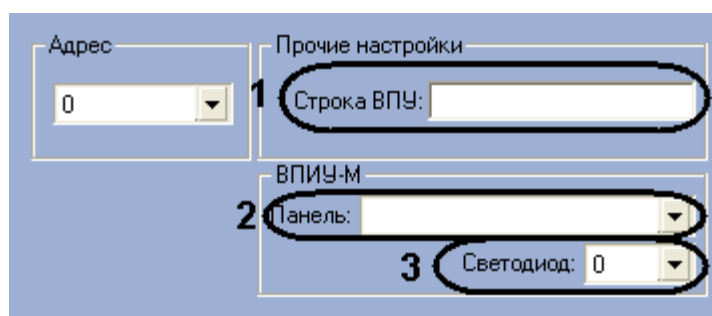

Рис. 3.2—3 Настройка охранной зоны
1. Ввести обозначение охранной зоны, которое будет использоваться при отображении событий на ВПУ (Рис. 3.2—3, 1). Если обозначение не задано, используется стандартное.
2. Указать панель ВПИУ-М, на которой необходимо отображать состояние охранной зоны (см. Рис. 3.2—3, 2).
3. Указать номер светодиода на панели ВПИУ-М, который будет отображать состояние охранной зоны (см. Рис. 3.2—3, 3). Используются следующие номер светодиодов для индикации на ВПИУ-М: 0...31 без плат расширения, 0...79 с одной платой расширения,